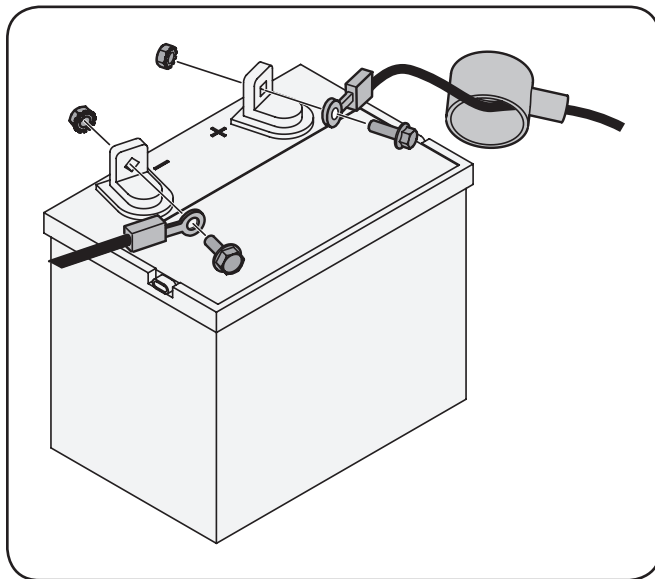

Figure 3-3
1. Retirez le protecteur en plastique, si présent, de la borne positive (+) de la batterie et fixez le câble rouge à la borne positive (+) avec un boulon et un écrou. Voir Figure 3-3.
2. Retirez le protecteur en plastique, si présent, de la borne négative (-) de la batterie et fixez le câble noir à la borne négative (-) avec un boulon et un écrou. Voir Figure 3-3.